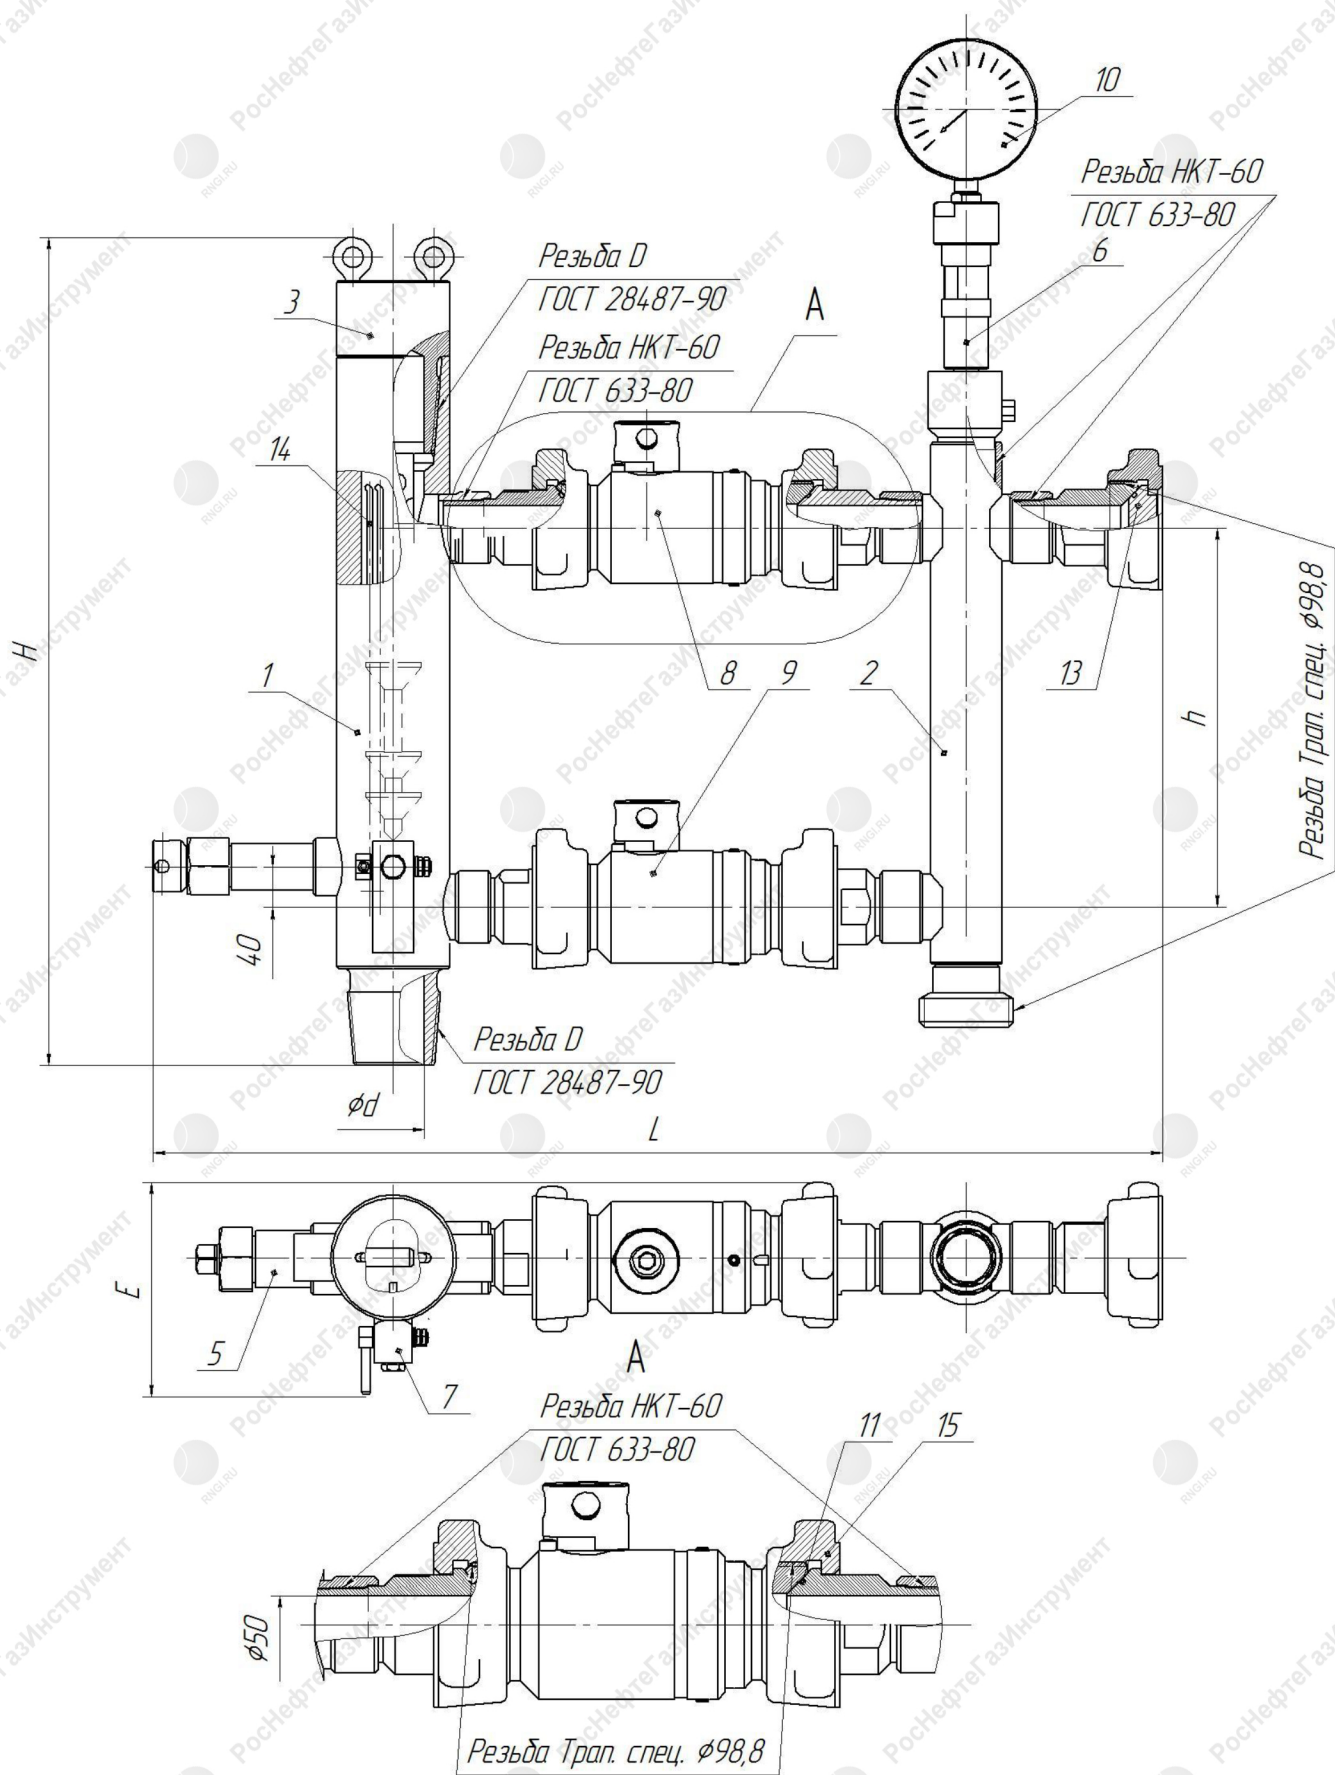

Рис. 1
8.1. В состав ГЦК входят (рис.1): 1-корпус; 2-коллектор, 3-крышка; 5- стопор винтовой; 6-разделитель сред*; 7-индикатор ; 8,9-кран КШ-БРС 2” Р1 (2шт); 10 -манометр*; 11,12- кольца резиновые по ГОСТ 9833-73(18829-73); 13-заглушка; 14-противовакуумное устройство, 15 - гайки БРС.